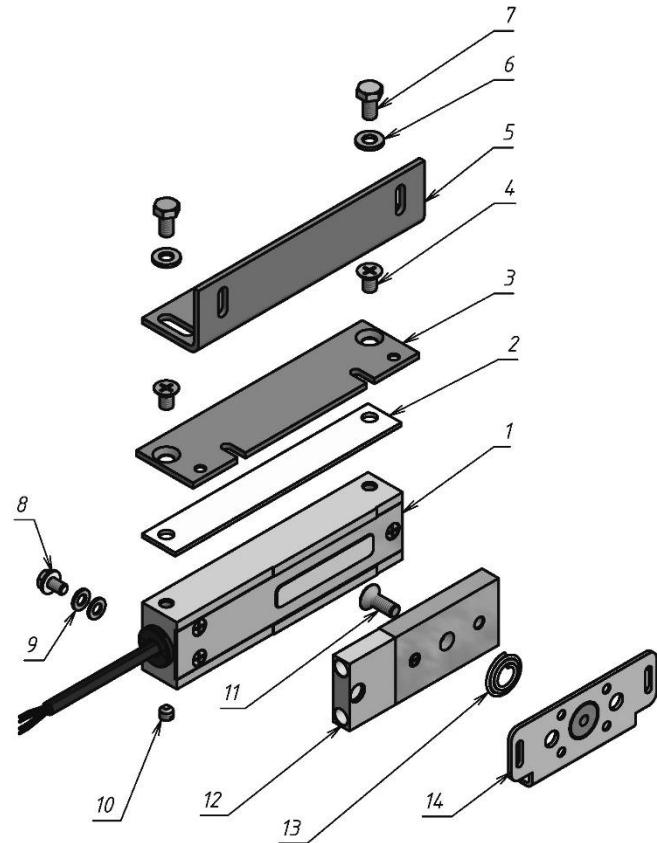
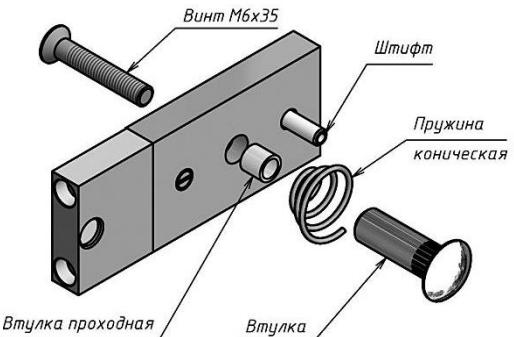

Рисунок 1 – Комплект поставки
Рисунок 2 - Комплект крепления якоря
4.1 В комплект поставки замка входят (рисунок 1):
- корпус M20 (1)	1 шт.
- планка узкая M20 (2)	1 шт.
- пластина M20 (3)	1 шт.
- винт M6x10 потайн. (4)	2 шт.
- угольник M20 (5)	1 шт.
- шайба 6 (6)	2 шт.
- болт M6x12 (7)	2 шт.
- винт заземления M5x8 (8)	1 шт.
- шайба 5 (латунь) (9)	2 шт.
- винт M6x6 уст. (нерж.) (10)	2 шт.
- винт M6x16 (потайн.) под ключ S4 (11)	1 шт.
- якорь M20 (12)	1 шт.
- пружина коническая (13) (из комплекта крепления якоря)	1 шт.
- кронштейн якоря M20 (14)	1 шт.
- комплект крепления якоря (рисунок 2)	1 шт.
Замок состоит из корпусной части и якорной части (рисунок 1). Для обеспечения эксплуатационных характеристик рабочие поверхности корпуса и якоря должны быть совмещены и плотно прилегать друг к другу при закрывании двери.
Корпус замка может крепиться при помощи угольника (5) или через монтажную пластину (3) (рисунок 1). Если позволяет конструкция места монтажа, допускается крепление непосредственно через крепежные отверстия в корпусе замка (резьба M6), длина винтов в этом случае определяется по месту, при этом в тело корпуса винты должны входить не более чем на 8мм.
- с помощью комплекта крепления якоря с отверстиями в двери для винта крепления якоря и фиксирующего штифта (рисунок 2);
- без отверстий в двери, с помощью монтажной пластины крепления якоря (12) (рисунок 1).